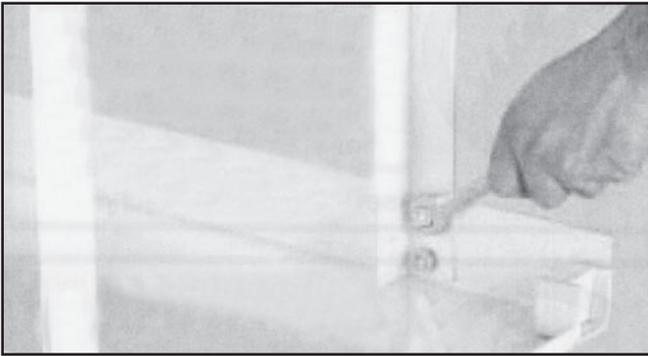

Figura 2. Unión de las barras de cruz a los lados de la base
1. Coloque un lado de la base sobre el piso y una las barras de cruz con los tornillo de soporte de 8mm, las roldanas de 3/8" y las tuercas hexagonales de 8mm como se muestra en la Figura 2. Por ahora **NO** apriete por completo las tuercas y tornillos.